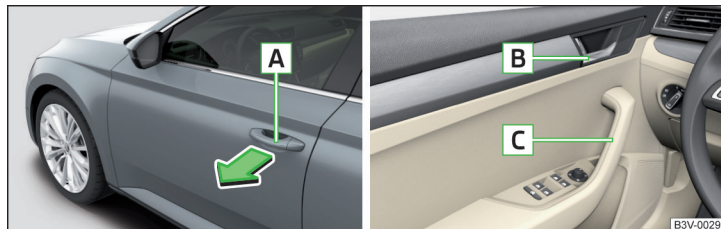

Fig. 56 Tirador/palanca de apertura de la puerta
- Para **abrir desde afuera**, desbloquear el vehículo y tirar en el tirador **A** en el sentido de la flecha » **fig. 56.**